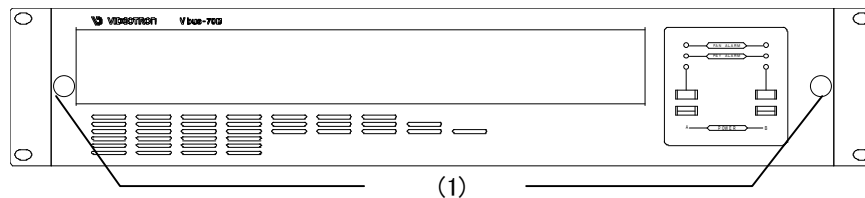

図 5-1 正面
(1) フロントパネルを外します。
・フロントパネル固定用ネジ図 5-1 (1)を十分に緩め、正面パネルをゆっくり手前に引いてカバーを外します。